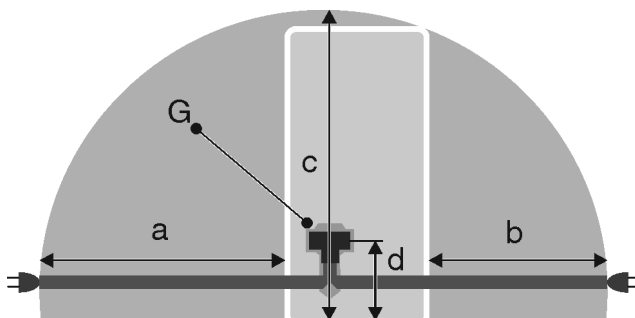

Fig. 25
- A konnektor a készülék hátoldali területén kívül, a megadott tartományban helyezkedik el *Fig. 25 (a, b, c)*.
- ▶ Dugja be a készülék csatlakozóját *Fig. 25 (G)* a készülék hátoldalába. Figyeljen a megfelelő bekattanásra.